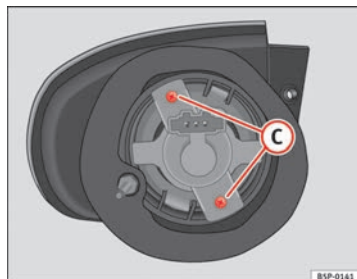

Fig. 191 Luz intermitente
- Desenrosque los tornillos ⇒ fig. 191 (C) del portalámparas y tire del mismo.
- Retire los tornillos ⇒ fig. 191 C del portalámparas y tire del mismo.